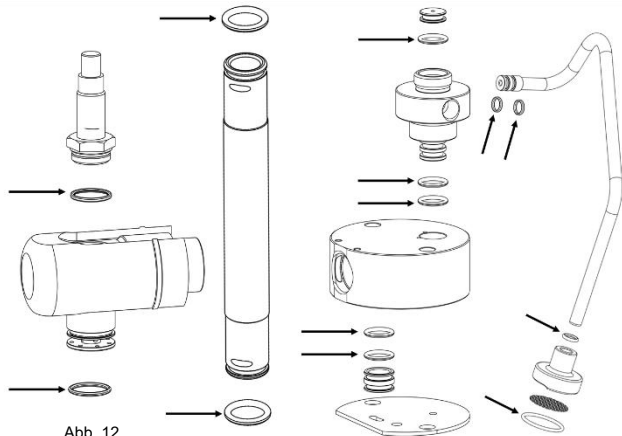

Abb. 12
- Nehmen Sie **alle** O-Ringe mit Hilfe der Büroklammer ab. Werfen Sie **alle** entnommenen O-Ringe weg (Abb. 12)!